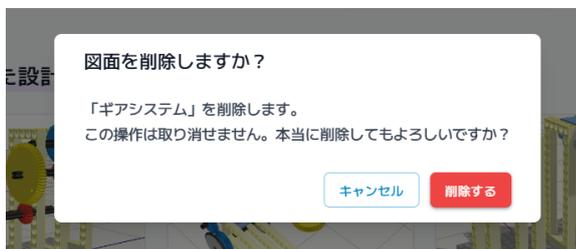

図 12-2 削除の確認ダイアログ
| ② 「削除」 ボタン | 図面を削除します。削除の確認ダイアログ（ 図 12-2 ）が表示されます。 |